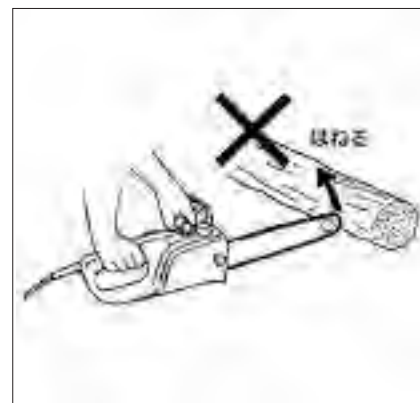

図15
- ☒ソーチェーンの先端を切断材に当てますと、本機がはね上がり正常な作業ができないばかりか、危険ですので絶対にこのような操作はしないでください。(図15参照)